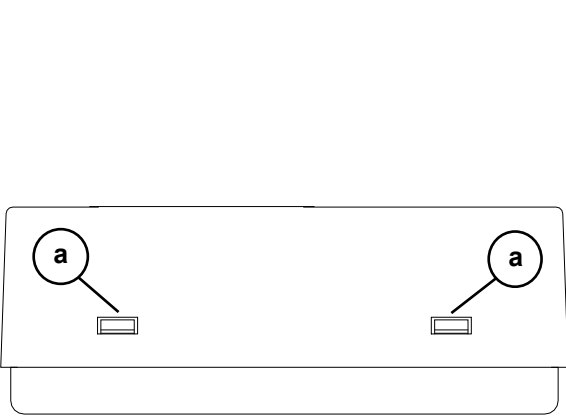
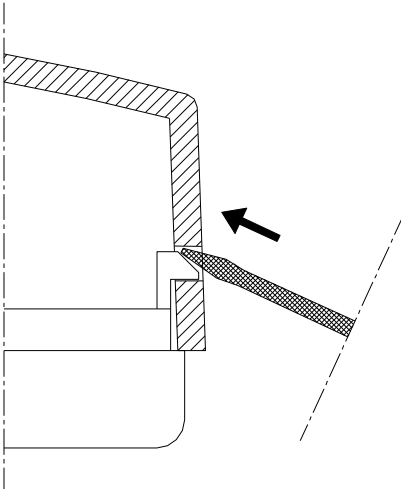

Fig. 3: Műanyag fülek pozíciója
Fig. 4: Fedél nyitása csavarhúzóval
1. Remove the plastic cover by moving to the inner side, through the use of a tool (Fig. 4), the two plastic teeth (a) located on one side (Fig. 3).